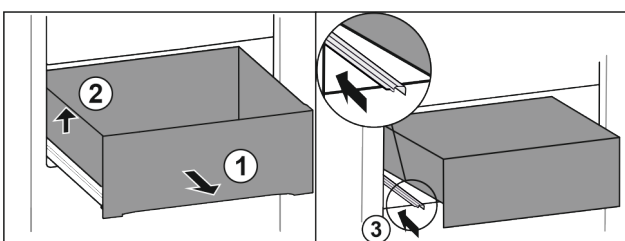

Fig. 106
- ▶ Schubfach bis zum Anschlag herausziehen. Fig. 106 (1)
- ▶ Schubfach links anheben. Fig. 106 (2)
- ▶ Linke Schiene einschieben. Fig. 106 (3)